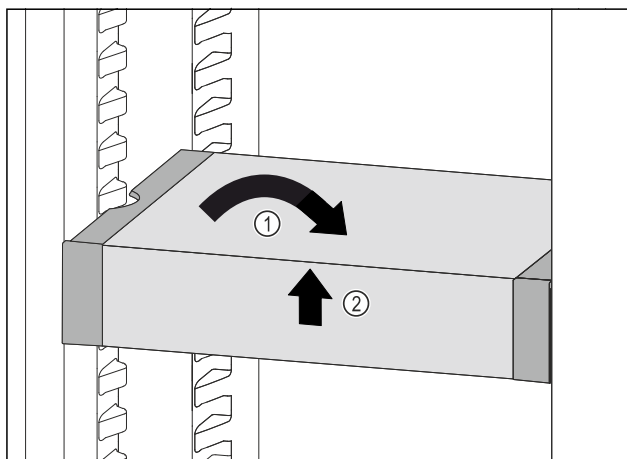

Fig. 48
- ▶ Изправете VarioSafe. Fig. 48 (1)
- ▶ Повдигнете VarioSafe отпред. Fig. 48 (2)